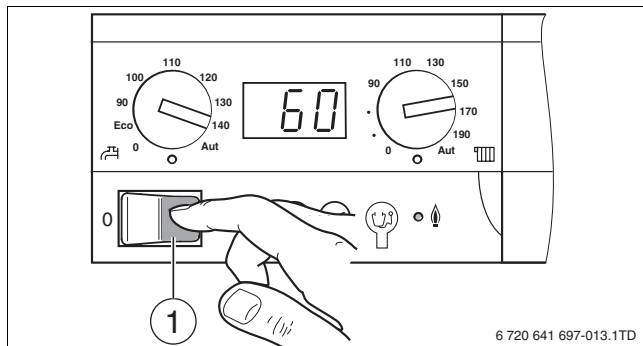

Fig. 23 Placer l'interrupteur principal sur « 1 »
- ▶ Enclencher l'interrupteur principal de la chaudière gaz à condensation (→ Fig. 23).